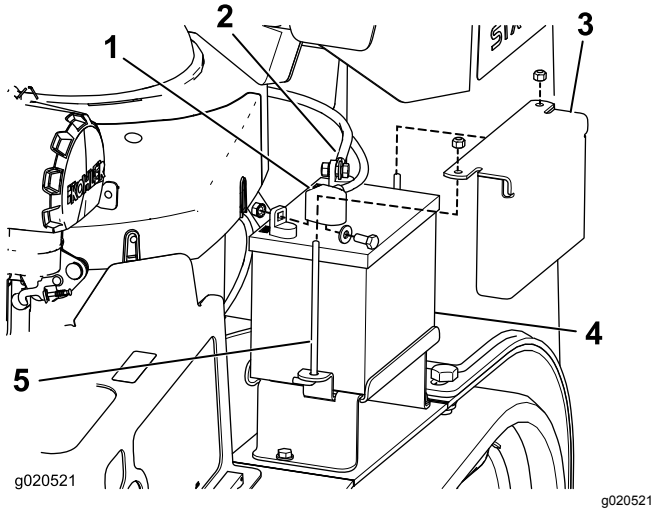

Figura 43
3. Levante la cubierta de goma negra del cable negativo. Desconecte el cable negativo del borne negativo (-) de la batería (Figura 43).
4. Retire la cubierta de goma roja del borne positivo (rojo) de la batería. Luego retire el cable positivo (rojo) de la batería (Figura 43).
5. Retire la pletina de sujeción, los pernos en J y las contratuerzas que sujetan la batería (Figura 43), y retire ésta.